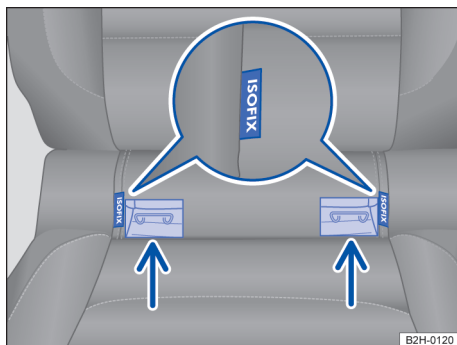

Fig. 44 No banco do veículo: identificação dos pontos de ancoragem inferiores para cadeiras de criança.
Dois olhais de retenção para cada cadeira, os chamados pontos de ancoragem, encontram-se entre o encosto e o banco nos assentos laterais do banco traseiro → Fig. 44.
- Colocar a cadeira de criança nos olhais de retenção no sentido das setas → Fig. 44. As aberturas de introdução encontram-se perpendicularmente ao lado da inscrição ISOFIX. A cadeira de criança deve engatar de modo seguro e audível (clique).
- Posicionar a cadeira de criança sobre a superfície do banco e prender os ganchos dos cintos de fixação nos olhais de fixação → Fig. 44, desde que os cintos de fixação tenham sido fornecidos juntamente com a cadeira de criança.